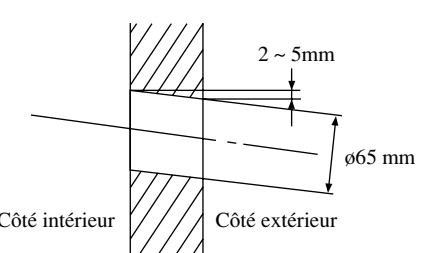

Fig. 3-4
- Les trous dans le mur doivent se faire de manière inclinée, voir figure 3-4, pour assurer un bon écoulement de l'eau de condensation.